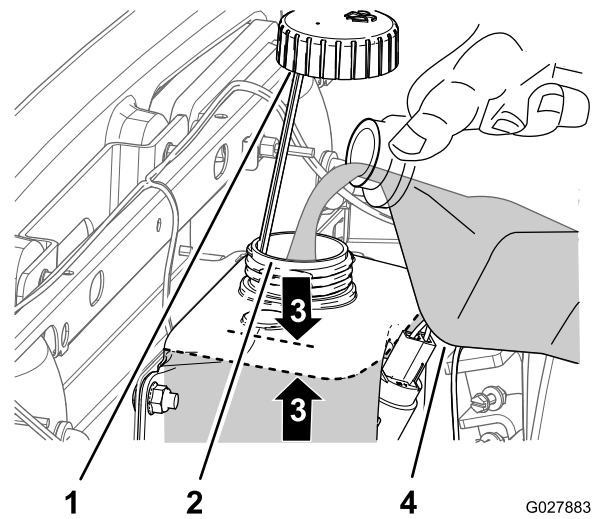

Bild 52
2. Nehmen Sie den Deckel vom Scheibenwaschanlagenbehälter ab (**Bild 52**).
3. Füllen Sie Wasser oder Scheibenwaschanlagenflüssigkeit durch den Füllstutzen bis 25 mm bis zur Oberkante des Behälters ein (**Bild 52**).
4. Bringen Sie den Deckel wieder auf dem Füllstutzen an (**Bild 52**).